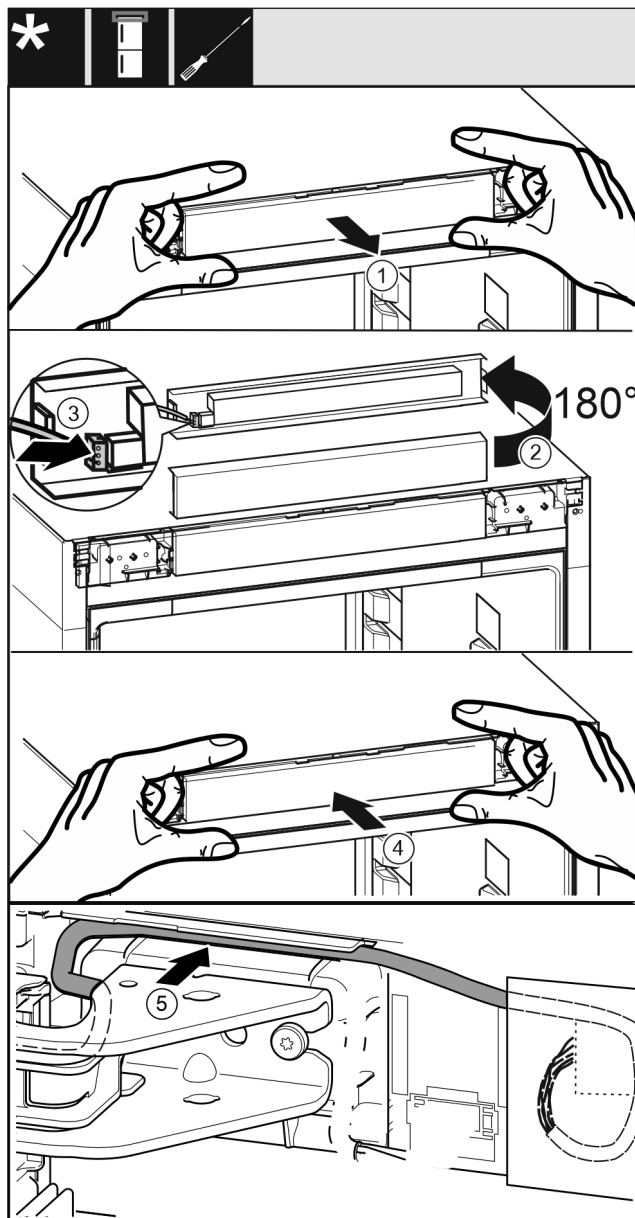

Fig. 45
- 小心地取出控制面板 Fig. 45 (1)。
- 将控制面板 Fig. 45 (2) 向上旋转 180°。
- 将插头 Fig. 45 (3) 卡紧在控制面板上。
- 将控制面板 Fig. 45 (4) 重新卡紧在冰箱上。
- 将电缆 Fig. 45 (5) 通过上方托架小心地放置到导向装置中。